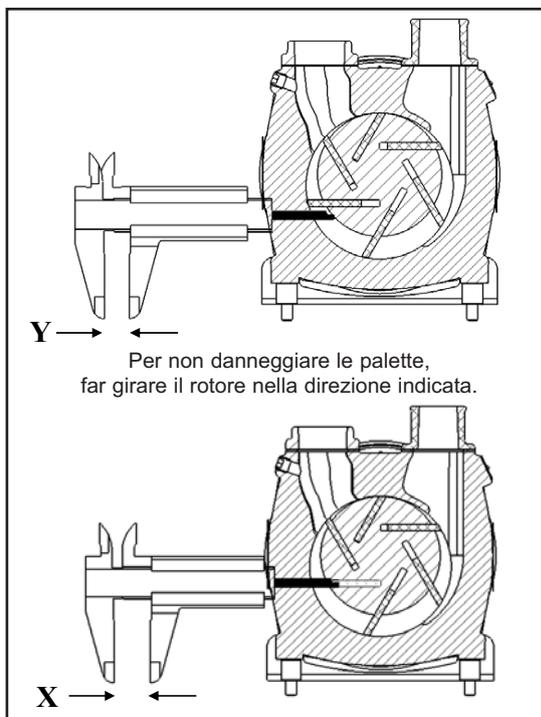

Figura 10 - Ispezione rapida delle palette
2. Con l'aiuto di un calibro a corsoio, misurare l'usura delle palette come illustrato nella figura 10.